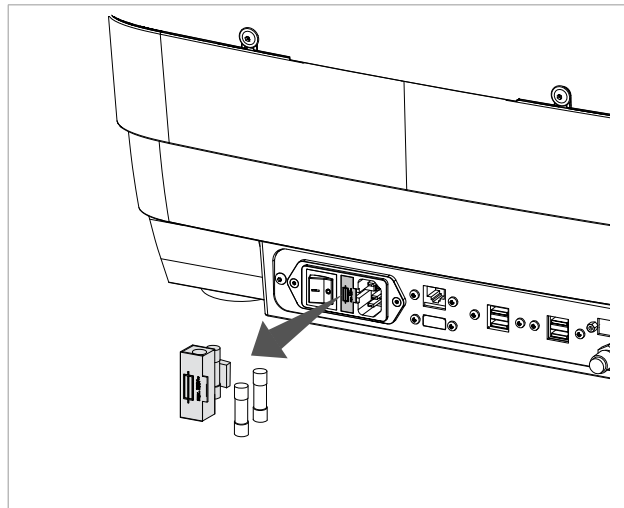

Bild 133
2) Mithilfe eines Schraubenziehers das Sicherungsfach aus dem Sockel ziehen (Bild 133), und ggf. ersetzen.